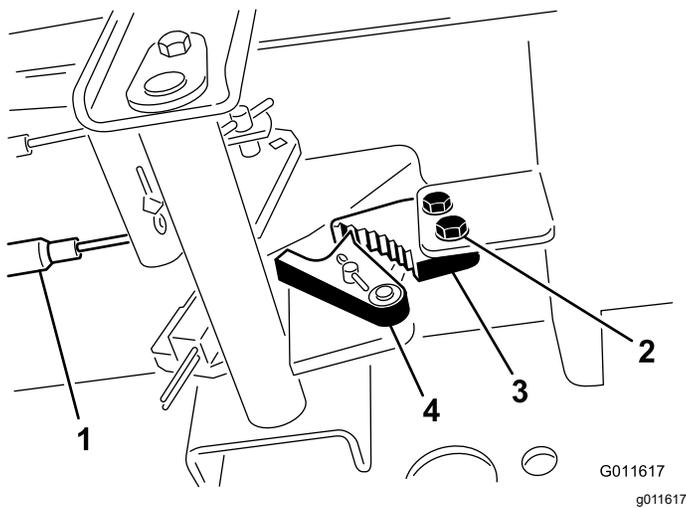

Figura 109
2. Solte os 2 parafusos que prendem a lingueta do travão de estacionamento à estrutura (Figura 109).
3. Carregue no pedal do travão para a frente até o detentor do estacionamento engatar completamente na lingueta do travão (Figura 109).